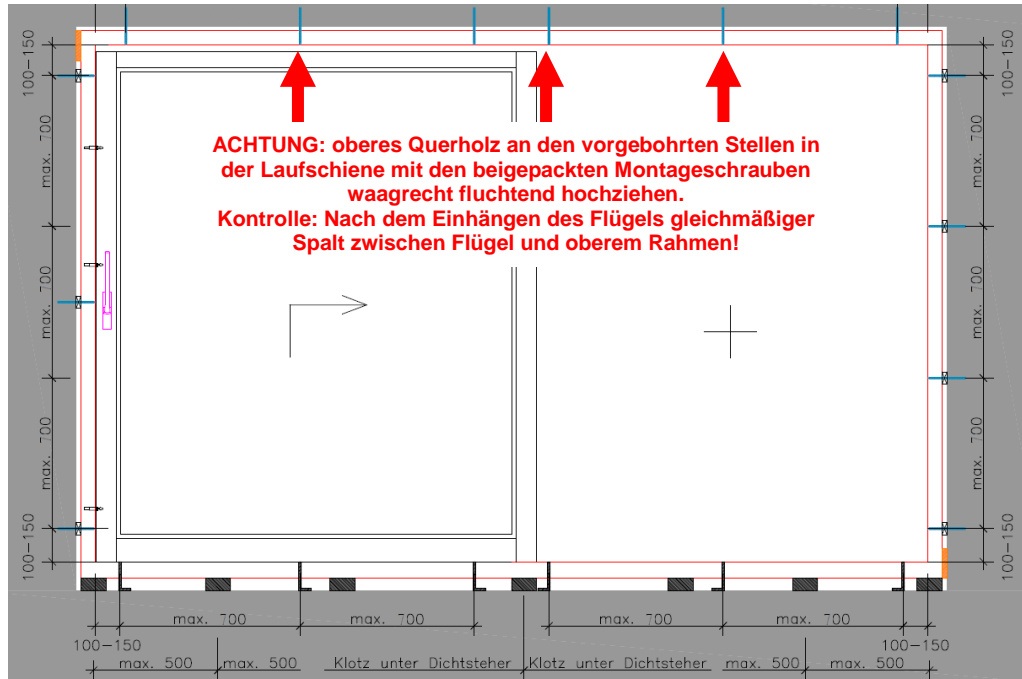

Abb. 1: Anordnung der Trag- und Distanzklötze, sowie der Befestigung.
1. Vor Montage des Elementes müssen Tragklötze im Abstand von max. 300 mm gemäß Abb.1 vorbereitet werden. Achtung: diese Tragklötze müssen ca. 16cm tief sein, und über die ganze Elementbreite und -tiefe einnivelliert und befestigt werden. Sie dienen zur Lastabtragung und zur Verhinderung einer Durchbiegung.
5. Senkrecht an der Fixteilseite und an der Anschlagseite ist jeweils ein Distanzklötzchen unten bzw. oben einzusetzen (immer diagonal); siehe Abb. 1.
Die **Fixteilseite** kann mit am Baukörper verdübelten Mauerlaschen fixiert werden. Bei Stahlbeton und Ziegelmauerwerk kommen **Turboschrauben** $\varnothing \geq 7,5$ mm bzw. bei Holzwandaufbauten **Spaxschrauben** $\varnothing \geq 6,0 \times 100$ mm (Teilgewinde) im Abstand von der Rahmeninnenecke 100 mm-150 mm zum Einsatz. Der **max. Abstand untereinander** soll **700 mm** nicht übersteigen; siehe Abb. 1. Die Einschraubtiefe der Schrauben am Baukörper sollte mind. 70 mm betragen.